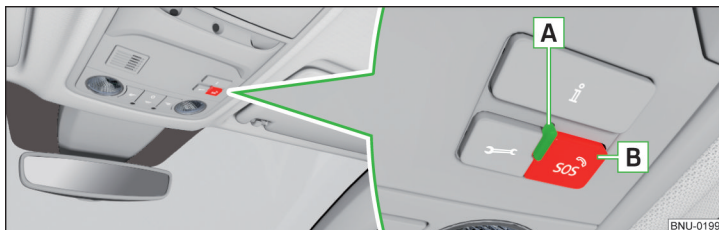

Fig. 10 Botón de emergencia
- Mantener presionada la tecla **B** » fig. 10.
El **estado del sistema** se visualiza después de conectar el encendido iluminando del testigo de control **A** » fig. 10.